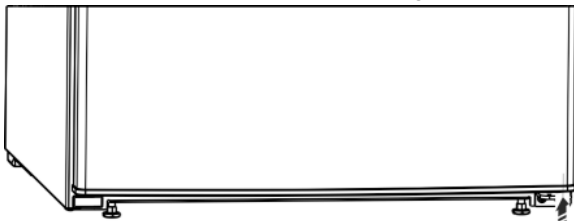

Fig. 6
- ▶ Distančnik Fig. 6 (13) ponovno namestite v vrata spodaj desno, saj je pomemben za stabilnost naprave.